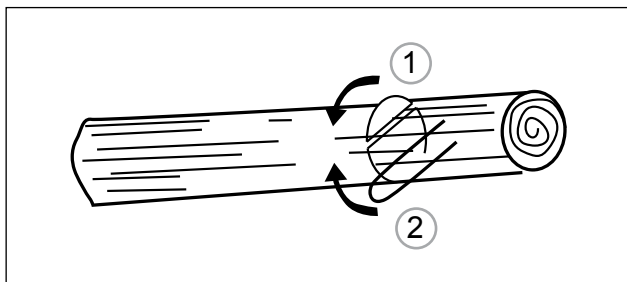

Рис. 12
3. В случае когда ствол находится на опорах с двух концов, сначала пропилите сверху на $1/3$ диаметра ствола, чтобы избежать раскалывания. После этого закончите срез снизу так, чтобы он совпал с первым срезом, избегая заклинивания (рис. 12).